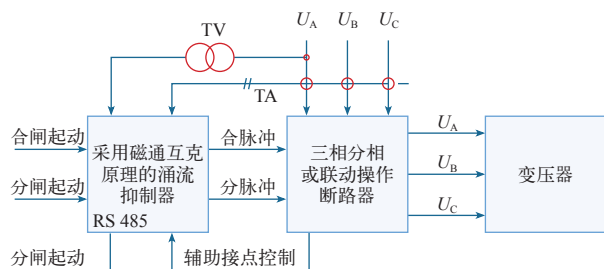

图4 控制原理框图
①测量和记录变压器退出时的剩磁极性；②合闸时制造一个与剩磁极性相反的偏磁；③剩磁与偏磁抵消一部分，总磁通不越过饱和磁通从而从本质上实现对变压器合闸涌流的抑制。其控制原理框图如图4所示。